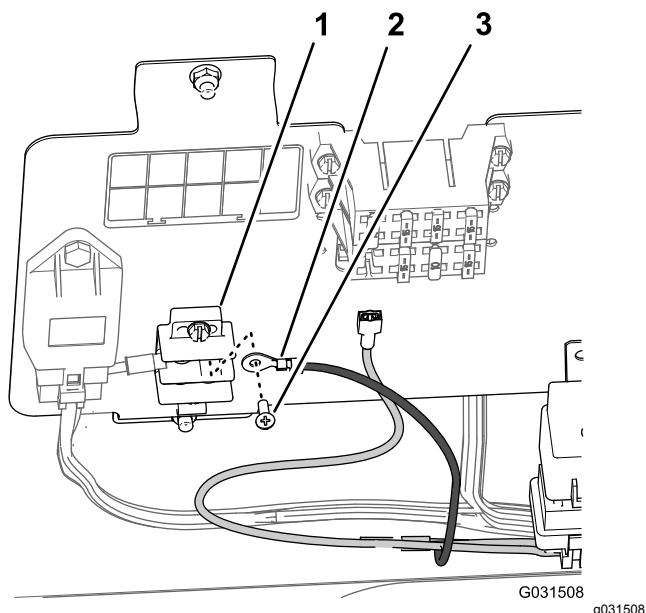

Figure 202
1. Enlevez la vis du bornier de masse (Figure 202).
2. Fixez la cosse à anneau du faisceau du kit de finition au bornier de masse au moyen de la vis retirée à l'opération 1 (Figure 202).